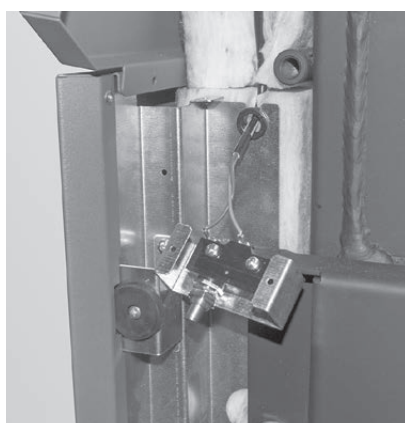

Fig. 40 Posare l'interruttore di sicurezza porta (solo su PuroWIN PW 24-60)
- ▶ **Solo su PuroWIN PW 24-60:** Posare l'interruttore di sicurezza porta premontato accanto all'angolo sinistro superiore della caldaia e premere la bussola (infilata nel cavo) nell'apertura – Fig. 40.